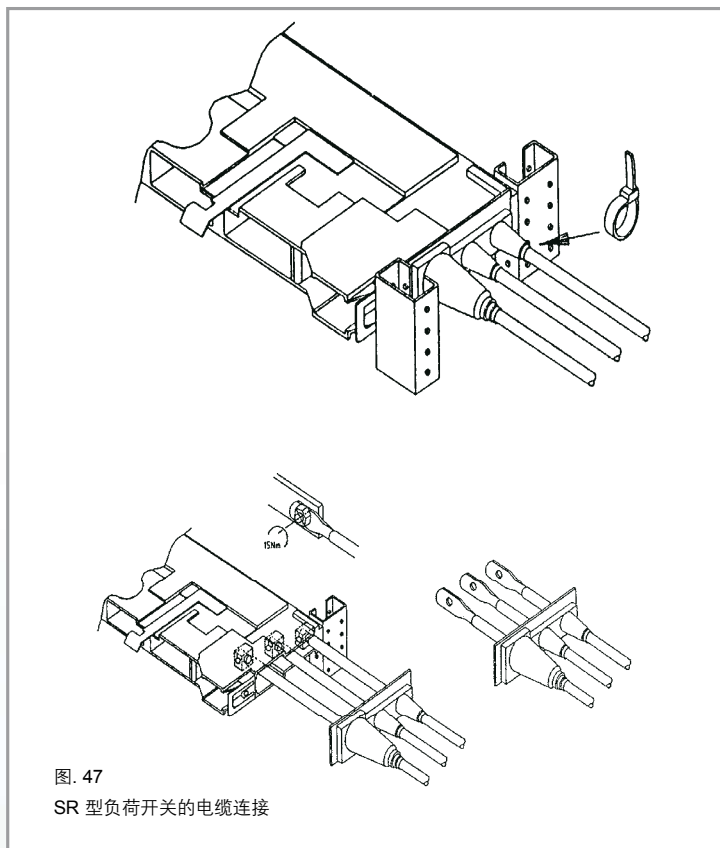

图. 47
- 插入式回路中，电缆连接在熔断开关（SR型）的接线夹上。（见图.47）